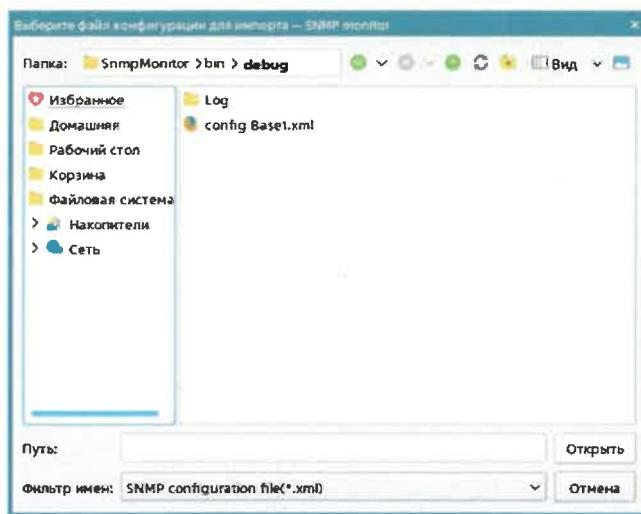

Рис. 16 – Импорт конфигурации
- **Импорт** – загрузка ранее сохраненной (в том числе на другом ПК) конфигурации: в открывшемся окне (Рис. 16) выбрать файл конфигурации и нажать кнопку «Открыть».